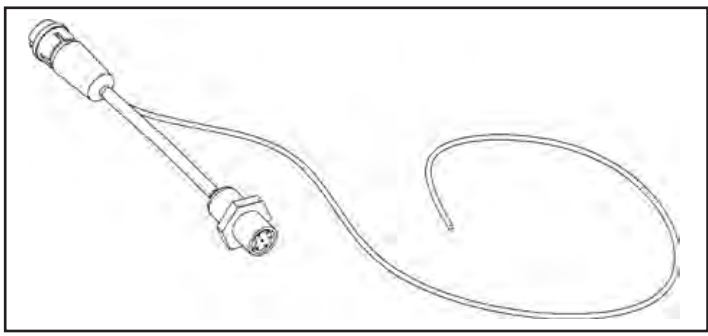
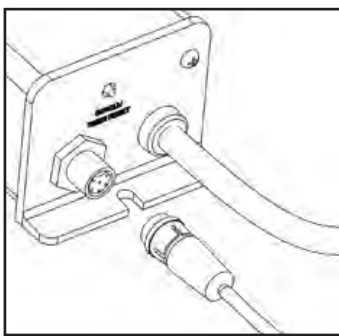

FIGURE 5A
FIGURE 5B
6. 4-20mA output (optional): For those looking for the capability to transmit the UV intensity data to a remote location via a 4-20 mA signal, an optional "Y" cable is available from your dealer (Figure 5A). Please order PN 260134. This "Y" cable comes with 20 meters (65') of cable for the 4-20 mA signal. To install, first remove the existing sensor cable from the Cobalt "Plus" controller (Figure 5B) and affix the new "Y" cable (Figure 5C). Next, attach the "male" end of the existing sensor cable to the "female" end of the new "Y" cable. Appropriately attach the 4-20 mA cable to the applicable equipment and ensure all connections are hand-tight.
6. Sortie 4-20 mA (en option) : Pour ceux qui veulent pouvoir transmettre, à l'aide d'un signal 4-20 mA, les données sur l'intensité UV à un lieu éloigné, un câble "Y" de 20 mètres de long (65 pi) est vendu en option chez votre détaillant (Figure 5A). Pour l'obtenir, commander le câble no 260134. Pour l'installer, vous devez d'abord débrancher le câble original du capteur du contrôleur Cobalt "Plus" (Figure 5B) et y brancher le nouveau câble "Y" (Figure 5C). Ensuite, brancher l'extrémité mâle du câble original du capteur à l'extrémité femelle du nouveau câble "Y" ; Finalement, brancher le câble 4-20 mA à l'appareil approprié et s'assurer que tous les raccordements sont bien serrés.